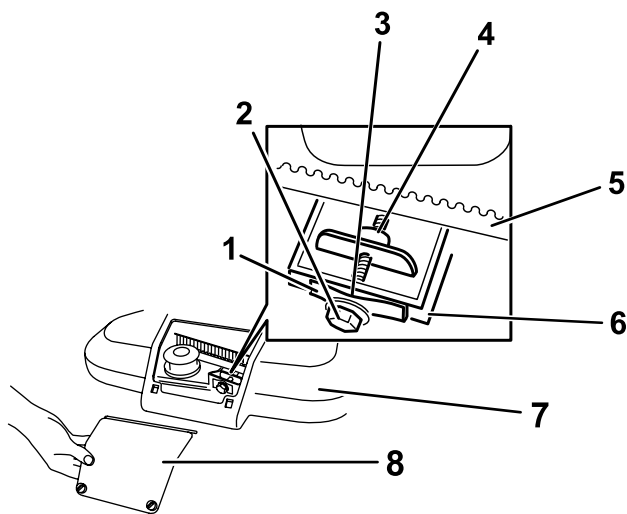

Figure 32
1. Desserrez les 2 fixations quart-de-tour sur le panneau d'accès au couvercle de courroie et déposez le panneau (Figure 32).
**Remarque:** Si un espace est visible entre la jauge et le ressort, serrez le boulon et l'écrou de réglage jusqu'à ce que la jauge d'épaisseur puisse à peine passer dans l'espace (Figure 32).